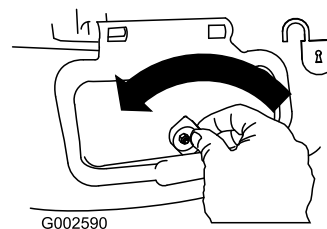

Bild 33
1. Entriegeln Sie die Seitenauswurfklappe (Bild 33).